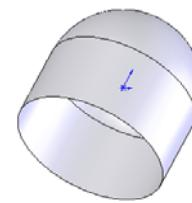

图 6-85 旋转曲面后的图形
**09** 设置视图方向。单击“前导视图”工具栏中的“旋转视图”图标 $\text{Z}$ ，将视图以合适的方向显示，结果如图 6-85 所示。